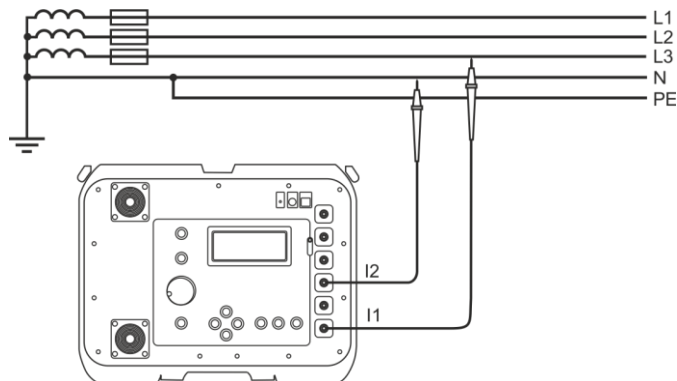
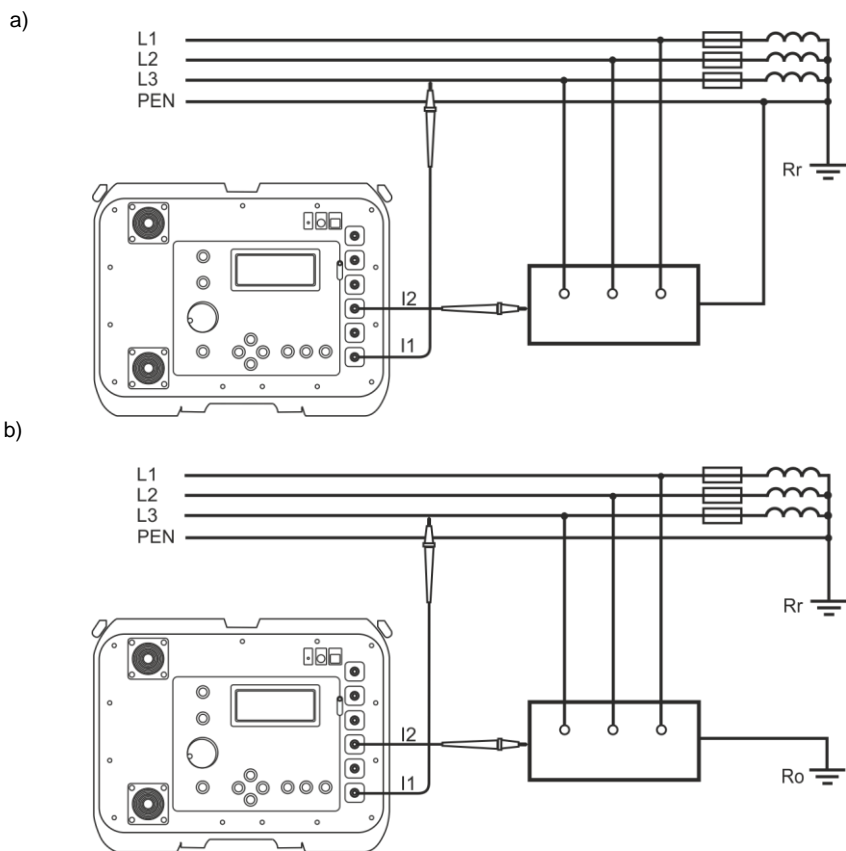

Fig. 17 Misurazione dell'impedenza nel circuito di lavoro (L-N) con metodo a 2 poli
Fig. 20 Verifica dell'efficacia della protezione anti-shock dell'involucro dell'apparecchio con metodo a 2 poli nel caso di: a) rete TN b) rete TT
- collega i puntali alle prese: **I₁ (2p)** i **I₂** (Fig. 17-Fig. 20),